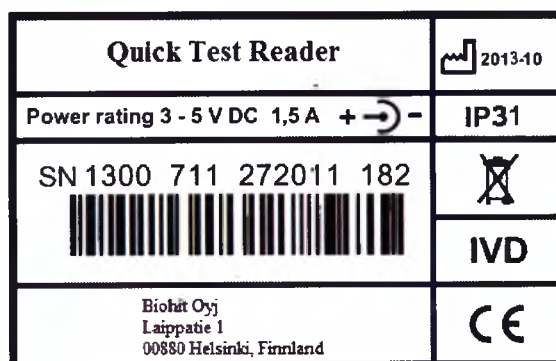

Рисунок 1. Маркировка устройства
4.5.2 Маркировка устройства (рис. 1) содержит: